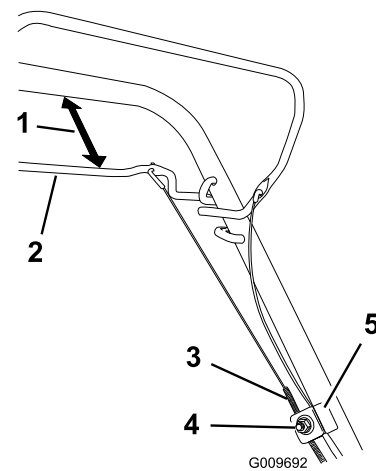

Figure 38
1. Desserrez l'écrou du support de guidage du câble (Figure 38).
2. Maintenez la barre de commande d'autotraction à 25 à 38 mm (1 à 1,5") du guidon (Figure 38).
3. Tirez la gaine du câble vers le bas (vers la tondeuse) jusqu'à ce qu'il n'y ait plus de mou dans le câble (Figure 38).